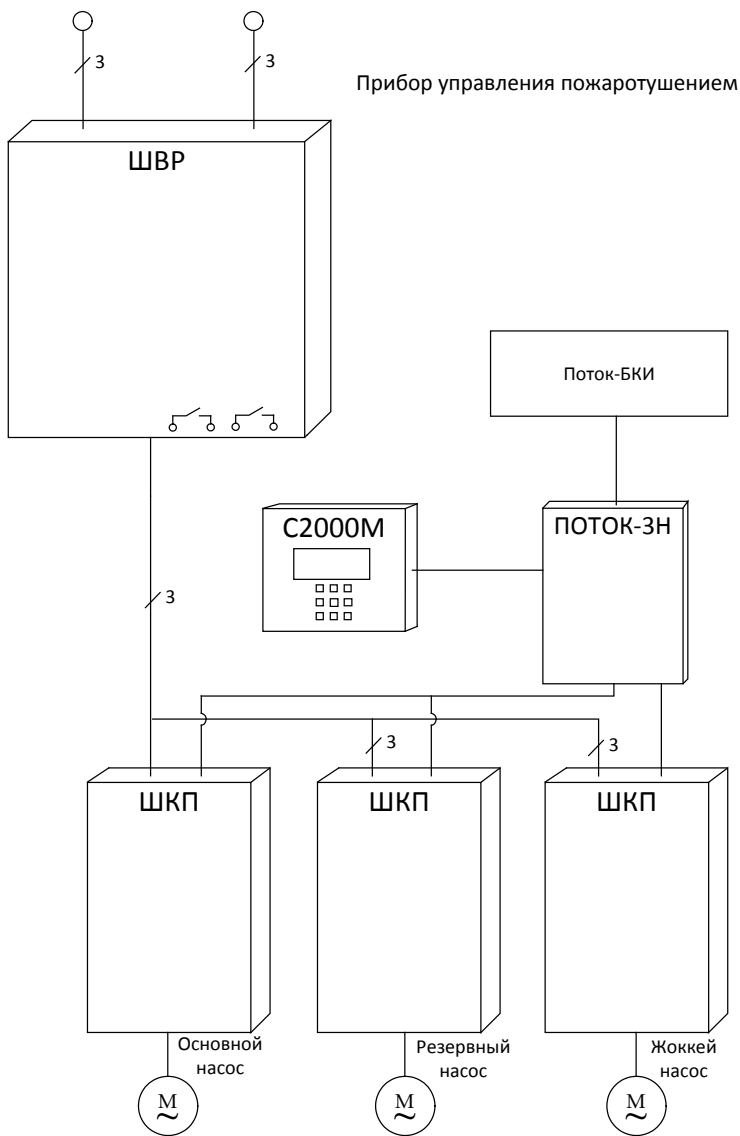

Рисунок 1. Схема питания ШКП в составе ППУ.
1.2.1 Питание ШКП и ППУ осуществляется от источника трёхфазной сети переменного тока 380 В. через шкаф ввода резерва «ШВР-110» (см. рис. 1), который имеет два ввода. «ШВР-30» обеспечивает автоматическое переключение с основного ввода на резервный при пропадании на основном вводе, и обратно.